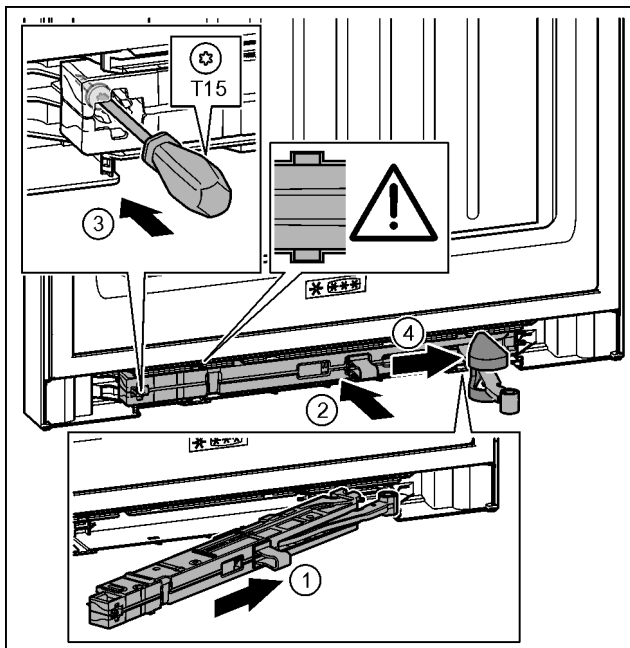

Fig. 44
- ▶ Вставить узел амортизатора со стороны опорного кронштейна в выемку до упора под наклоном. Fig. 44 (1)
- ▶ Полностью вставить узел амортизатора в выемку. Fig. 44 (2)
- ▶ Затянуть винт отверткой T15. Fig. 44 (3)
- ▶ Переместить крышку над шарниром. Fig. 44 (4)